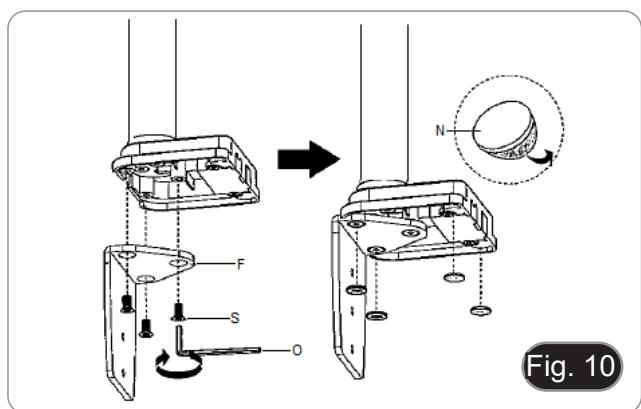

Fig. 10
2. Fijar el soporte de la abrazadera (F) al soporte de la mesa (C) con los tres tornillos (S). (Fig. 10)
3. Fijar las patas de goma (N) al soporte de la mesa.